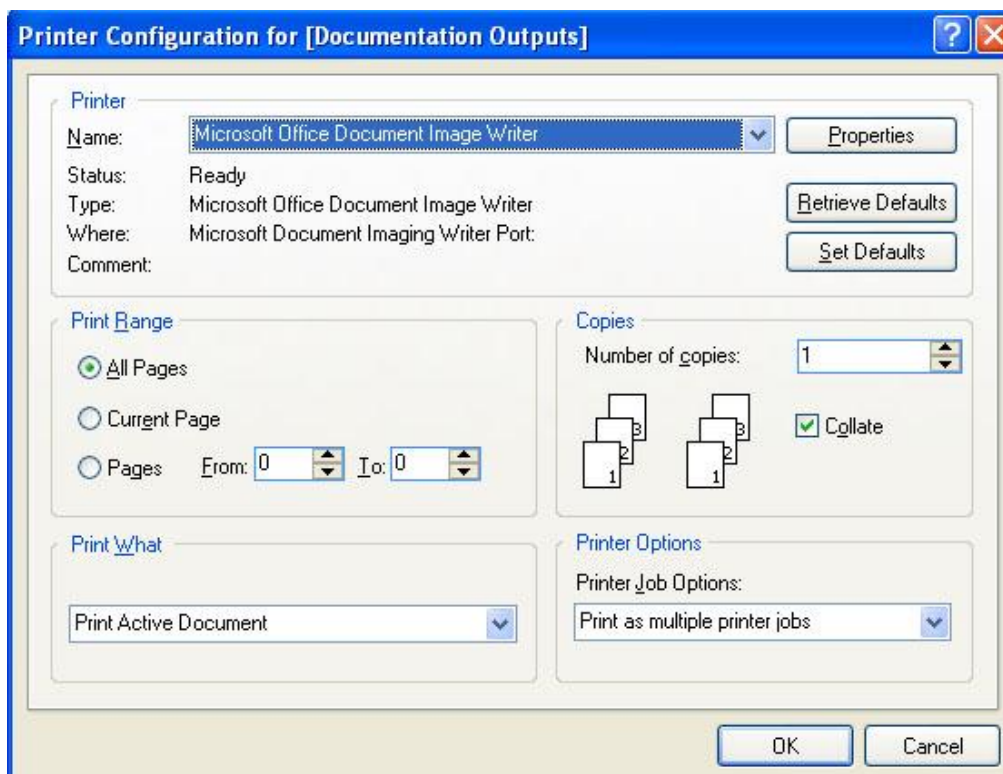

Figura 2.62 Impresora a seleccionar
3. Elegir la impresora para imprimir el documento ejecutando el comando **File/ Setup Printer**. Figura 2.62